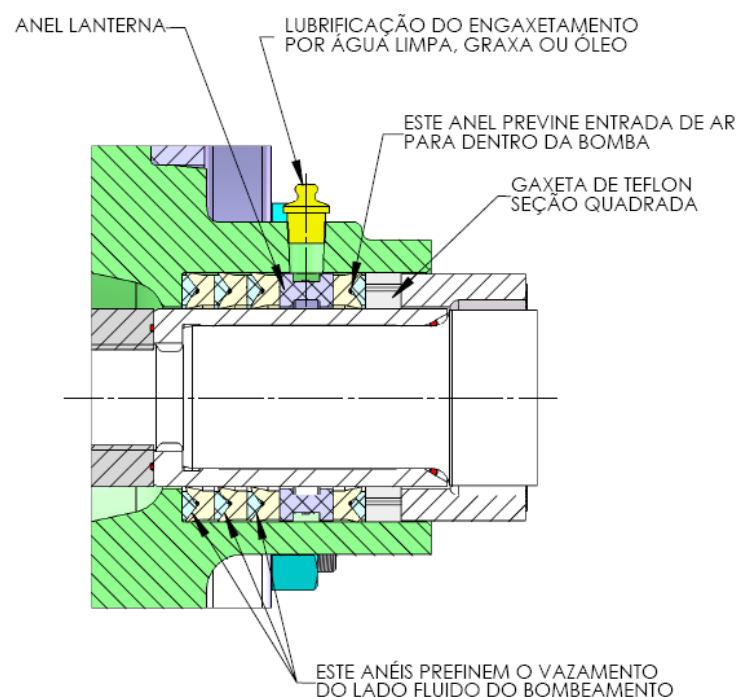

Figura 12 – Engaxetamento tipo “King”
- 6.3.4.2.** Se as gaxetas do tipo king estão sendo usadas, os anéis deverão ser instalados com os lábios virados para o rotor (figura 12).